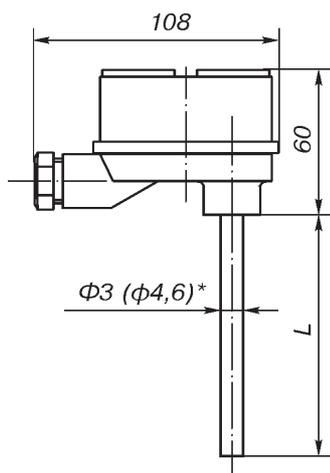

Рис. 1.
**Назначение:** преобразователи термоэлектрические **ТХА Метран-231** и **ТХК Метран-232** по рис. 1, 2, 3 (кабельные) предназначены для измерения температуры жидких и газообразных химически неагрессивных сред, а также агрессивных, не разрушающих материал оболочки кабеля.
**Материал головки:** полиамид Технамид® А-СВ30-Л - для рис. 1.